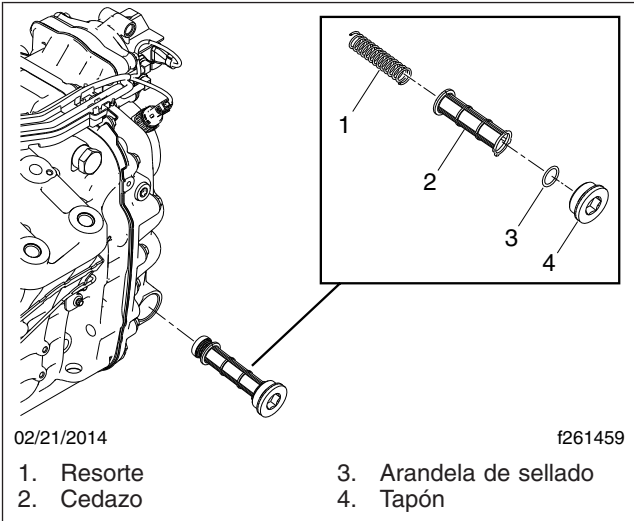

Figura 2, Cedazo de la bomba de aceite, transmisiones automatizadas Detroit
4. Retire el cedazo de la bomba de aceite, y vea si tiene basuras. Vea la Figura 2. Limpie el cedazo, si es necesario, entonces instálelo con una arandela de sellado nueva. Apriete el tapón a 90 lbf-ft (120 N·m).